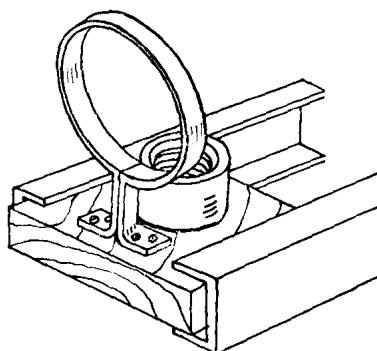

图 4
⑦ 光源罩壳——用镀锌铁皮制作，上面要敲成百页窗状，以便于散热。
⑧ 灯泡——220V500W普通幻灯灯泡，配相应的反光镜。
⑨ 灯座——包括幻灯灯泡插头、反光镜架（铁皮敲成）、底板（木制）及导轨（钢板制），见图4。